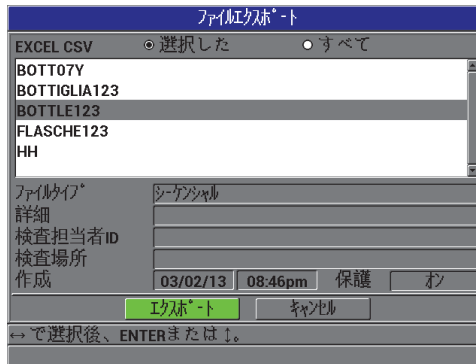

図 8-6 ファイルエクスポート画面
4. ファイル エクスポート画面で (153 ページ図 8-6 参照)、次の中からいずれか 1 つを選択します。